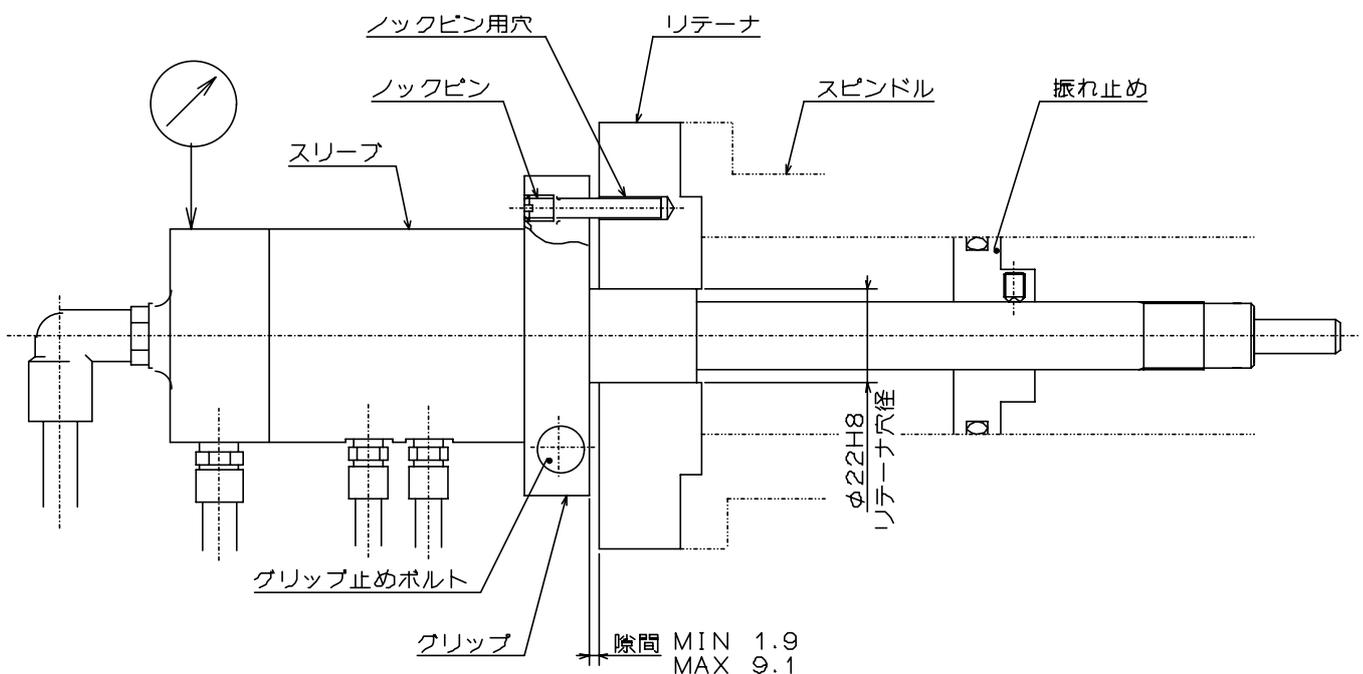

図 3
- ① 作業前に必ず機械の主電源を切ってください。
- ② スピンドルに KPC チャックを取り付けてください。
- ③ スピンドルにリテーナを取り付けてください。
- ④ エアフィードチューブのノックピン(2ヶ所)を外してください。
- ⑤ エアフィードチューブをスピンドル内に挿入し、グリップを持って手で回しながらエアフィードチューブ先端のねじをチャックにねじ込んでください。(ねじ込む際は工具などで強く締め付けしないでください。破損の原因となります)
- ⑥ グリップ止めボルトを緩め、リテーナとグリップのノックピン用穴の位相を揃えてください。ノックピン(2ヶ所)を締めこんでエアフィードチューブの回り止めとします。その後、再度グリップ止めボルトを締めてください。
- ⑦ 図3のように、スピンドルを手で回し、スリーブ後端の振れが0.12以下であることを確認してください。
- LR 長さが 600mm 以上の場合、図 3 のように振れ止め止めを設けること。振れ止めを設けないと振動によりエアフィードチューブの破損を招く恐れがあり、チャックへのエア供給が遮断され、工作物が飛散し危険。